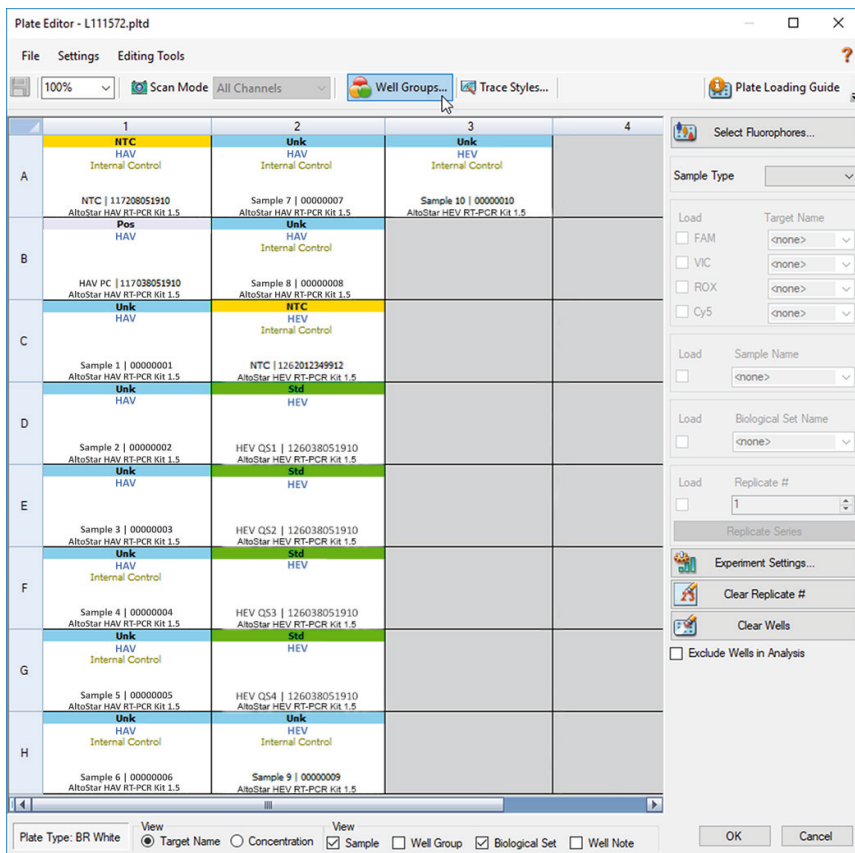

Figura 2: Cuadro de diálogo Plate Editor (editor de placa)
1. En la ventana Data Analysis (análisis de datos), haga clic en el botón **Plate Setup** (configuración de la placa) en la barra de herramientas y seleccione **View/Edit Plate** (ver/editar placa). Se muestra el cuadro de diálogo Plate Editor (editor de placa) (consulte la figura 2).